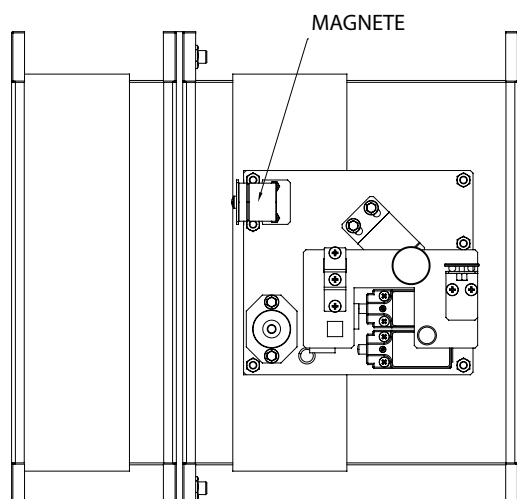

FIG. 20 Pala chiusa
- 1 - Togliere tensione alla serranda questa si porterà in posizione di pala chiusa (FIG. 20);